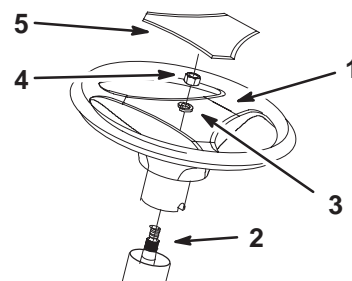

Bild 2
3. Richten Sie die mittlere Nabe mit dem Sitz aus, und positionieren Sie das Lenkrad auf die Keilwelle (Bild 2).
4. Befestigen Sie das Lenkrad mit einer Sicherungsscheibe (1/2 Zoll) und einer Mutter (1/2 Zoll) (Bild 2).
6. Lassen Sie die Logo-Abdeckung einrasten (Bild 2).